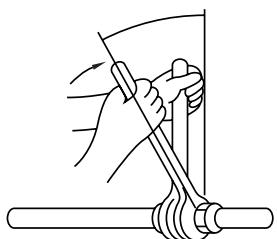

Fig. 5-10
- Aplique una capa fina de aceite refrigerante en la superficie de asiento de la tubería. (Fig. 5-10)